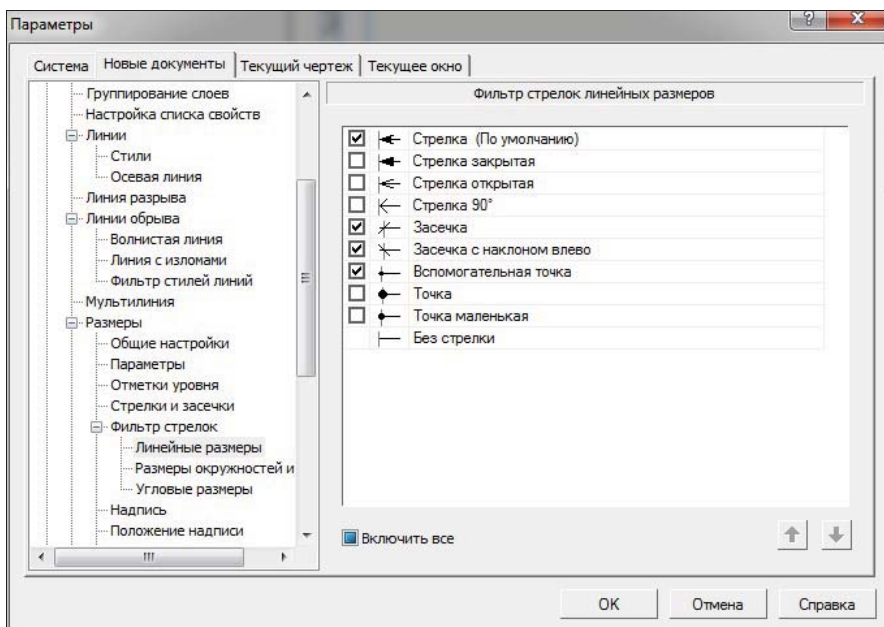

Рис. 17.19. Диалоговое окно **Параметры** с открытой панелью **Фильтр стрелок линейных размеров**
- ♦ щелкните ЛК мыши по пункту **Линейные размеры** — в правой части раскроется панель **Фильтр стрелок линейных размеров** (рис. 17.19). На этой панели видно, какие виды стрелок доступны при создании объектов, их последовательность; и можно оставить вариант по умолчанию;